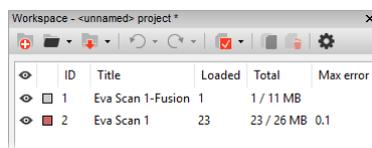

Abbildung 34: Bedienfeld *Arbeitsbereich* nach der Echtzeit-Fusionierung.
6. Beim Beenden des Scannens werden im Bedienfeld *Arbeitsbereich* einer oder mehrere Roh-Scans mit den Namen *Eva Scan1*, *Eva Scan2*, *Eva Scan3* usw. hinzugefügt, ebenso ein Modell mit dem Namen *Eva Scan1-Fusion*. Die Anzahl dieser Roh-Scans entspricht der Anzahl von Scan-Unterbrechungen und -Fortsetzungen (siehe *Abb. 34*).